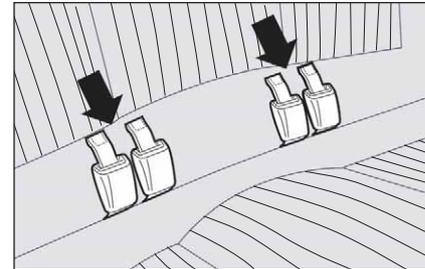

fig. 104
- accrocher les boucles aux languettes (indiquées par les flèches) sur le dossier **fig. 104** ;